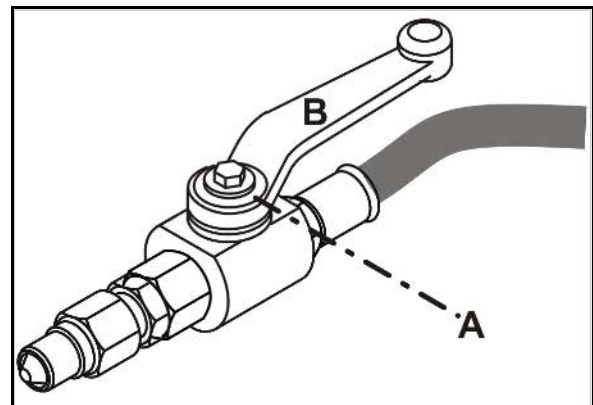

Рис. 52
Запорный кран на гидравлическом шланге (Рис. 52):
2. Зафиксируйте измерительное колесо цепью (Рис. 52/2) и пружинным фиксатором (Рис. 52/3).